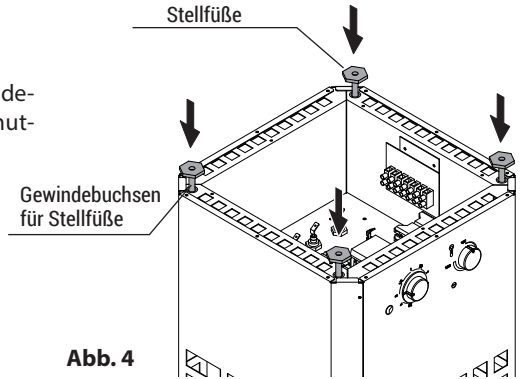

Abb. 4
- Die 4 Stellfüße in die vorgesehenen Gewindebuchsen einschrauben und mit Gegenmutter sichern. (Abb. 4)